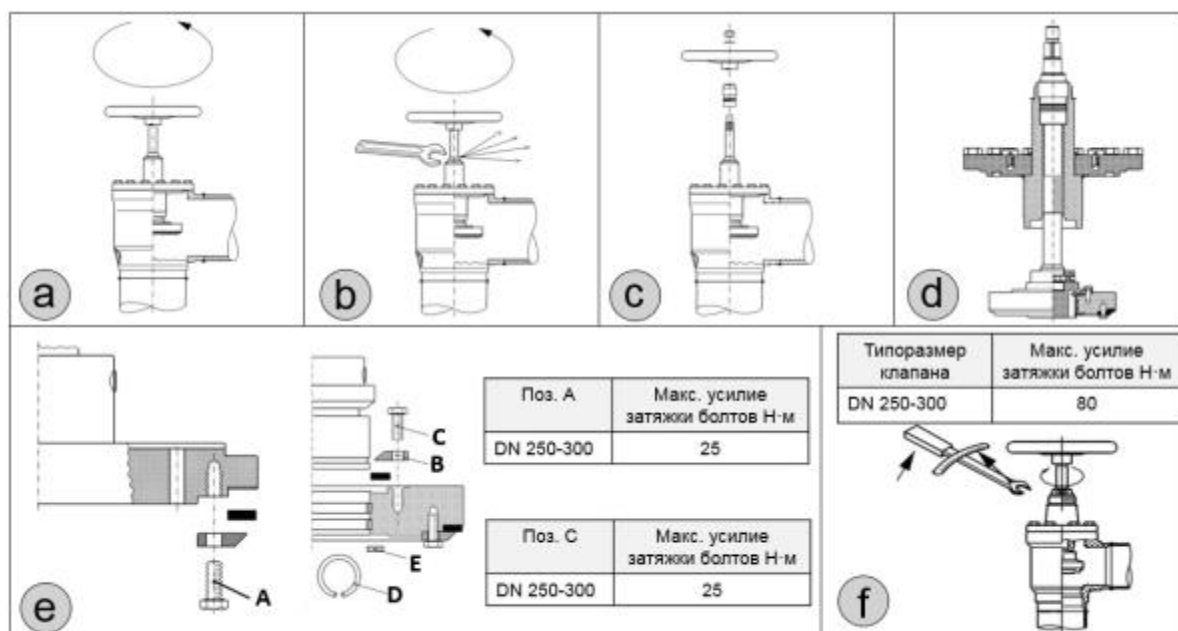

Рис. 6 Техническое обслуживание
- Для начала необходимо вывернуть шток запорного органа до полного открытия клапана (рис. 6а).
- В некоторых случаях за сальником может возникнуть избыточное давление. Для выравнивания (сброса) давления необходимо закрепить шток запорного органа (маховик) в неподвижном состоянии и медленно откручивать сальниковое уплотнение при помощи ключа (рис. 6б)
- После сброса давления можно снять маховик (если он имеется) и сальник (рис. 6с).
Тефлоновое кольцевое уплотнение можно снять, открутив болт (поз. А, рис. 6е). Если тефлоновое уплотнение имеет незначительные повреждения, его можно перевернуть и использовать обратную часть его поверхности. В случае, если кольцевое уплотнение деформировано или имеет глубокие повреждения (более 1 мм.) его необходимо заменить полностью. При установке тефлонового уплотнения болт «поз. А» необходимо затягивать динамометрическим ключом с усилием затяжки, указанным в таблице на рисунке 6е.
Замена уплотнения седла (рис. 6е)
Перед сборкой клапана удалите из корпуса грязь. Убедитесь, что уплотнительные кольца не повреждены. Перед тем как установить запорную часть клапана в корпус, необходимо полностью выкрутить шток (рис.6, а), т.е. после сборки клапан SVA будет полностью открыт.